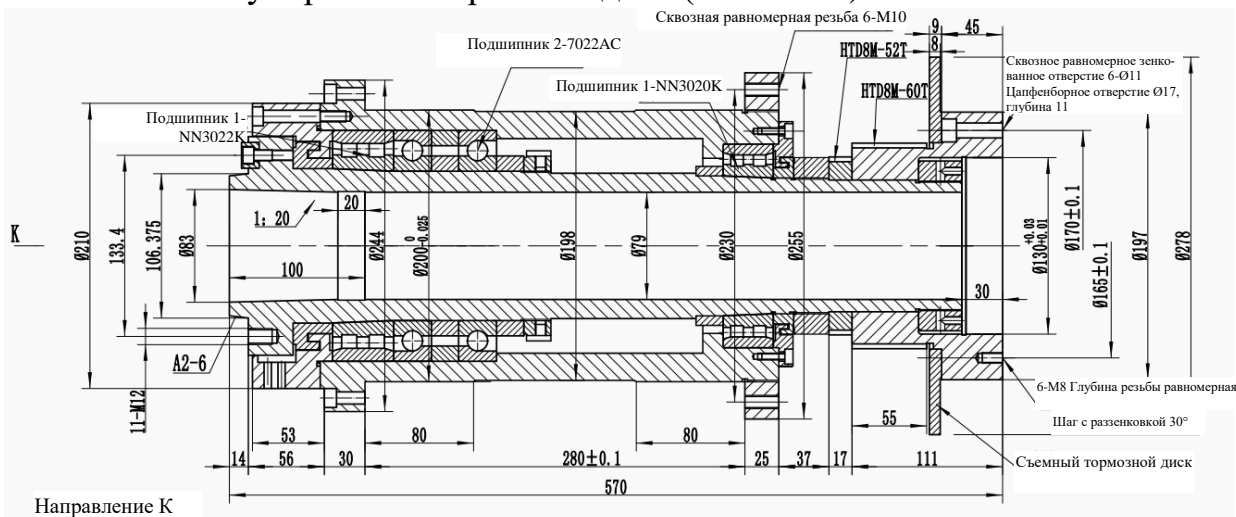

Рис. 5
11.3.7 Регулировка зазора шпинделя (см. Рис. 5)